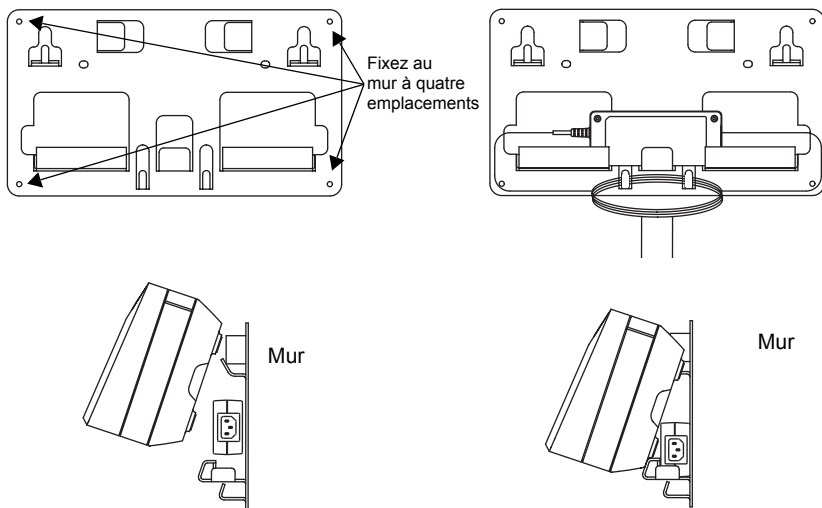

Figure 29 : Montage du chargeur multiple au support de fixation murale
4. Suspendez le multichargeur au support mural, tel qu'illustré dans la Figure 29.